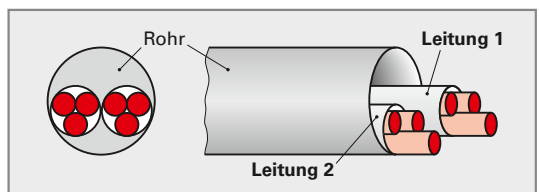

Bild 1: Zwei Mantelleitungen mit je drei Adern in 1 Rohr
22. Zwei NYM-J-Leitungen 3 x 6 mm² mit Isolierwerkstoff PVC werden auf Putz verlegt (**Bild 1, folgende Seite**). Die Raumtemperatur wird mit bis zu 25 °C angenommen. Berechnen Sie die Strombelastbarkeit I_Z der Leitungen unter Angabe des Lösungswegs. Verwenden Sie die Tabellen 1, 2, 3.